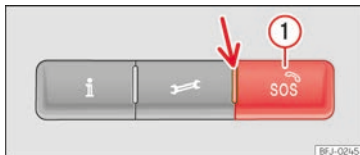

Abb. 43 In der Dachkonsole: Schalter für Sprachdienste
››› (**Abb. 43**) können folgende Sprachdienste aufgerufen werden:
››› (**Abb. 43**) (Pfeil). Sie dient zur Anzeige folgender Zustände:
1. Halten Sie die Notruftaste einige Sekunden gedrückt »» (Abb. 43) ①.
Geräte- und länderabhängig muss das Fahrzeug mit einem Notruf-System ausgestattet sein. In einigen Ländern ist das kostenlose öffentliche Notruf-System standardmäßig aktiviert. Das Steuerelement befindet sich in der Dachkonsole »» (Abb. 43).